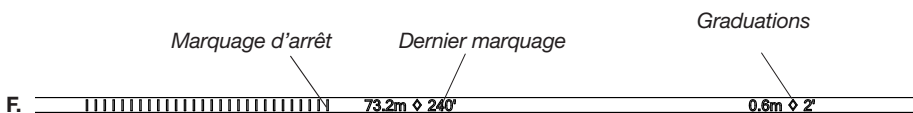

figure 1
2. Vérifier que le verrou de stockage est déverrouillé avant le tirage. (Figure 1)